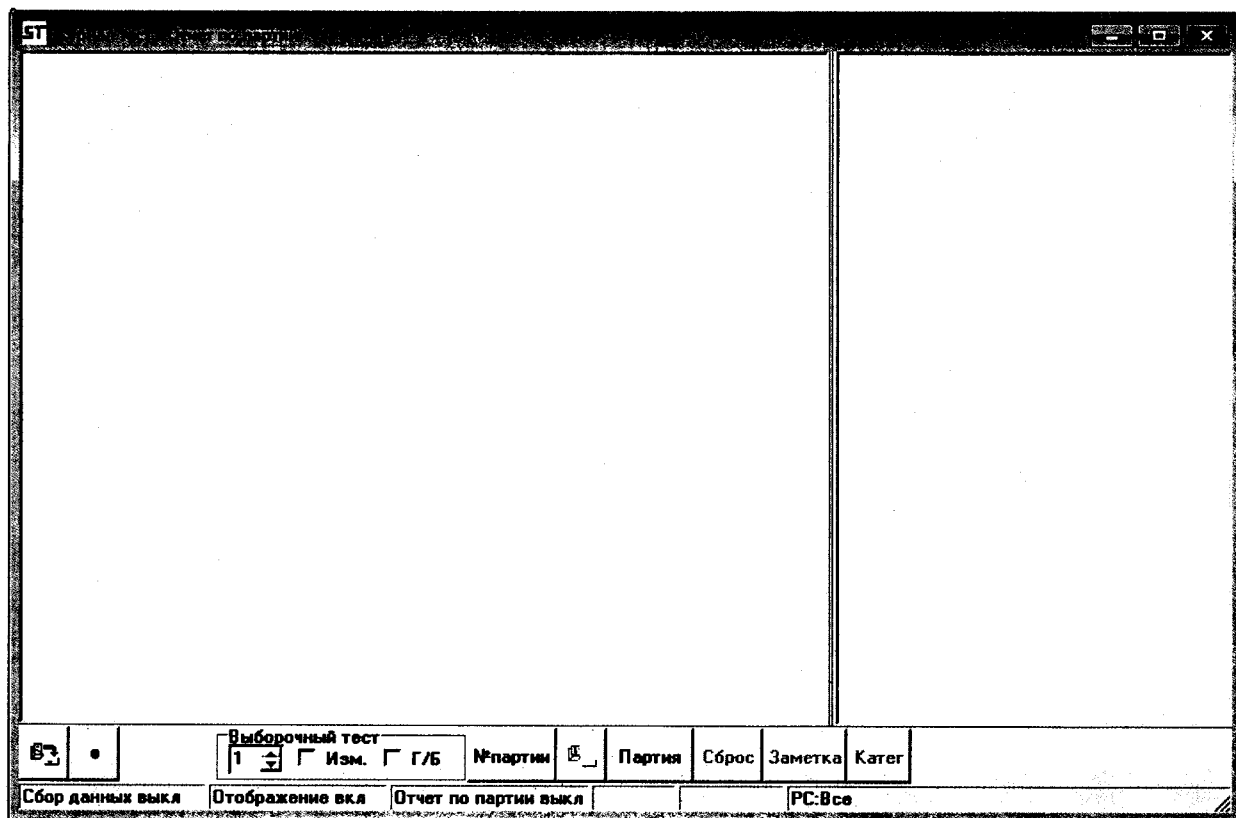

Рисунок 17 – Окно Журнал тестирования.
7.2.6.5 Откройте окно Журнал тестирования (рисунок 17), выбрав в программе РСМ пункт меню Управление -> Показать Журнал тестирования.
7.2.7.5 Откройте окно Журнал тестирования (рисунок 17), выбрав в программе РСW пункт меню Управление -> Показать Журнал тестирования.